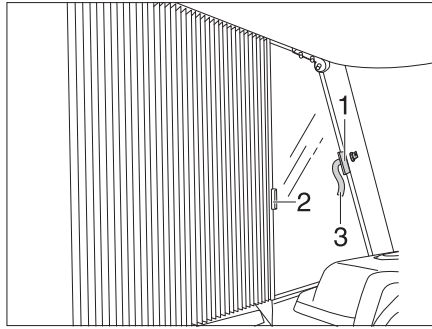

Fig. 83 Tendina oscurante pieghevole del finestrino del conducente e del passeggero
- Aprire la chiusura a velcro delle asole di bloccaggio (Fig. 83,3) su entrambi i lati.
- Afferrare le tendine oscuranti pieghevoli una dopo l'altra per le impugnature (Fig. 83,1 e 2) ed avvicinarle delicatamente chiudendole finché il fermo magnetico non blocca la tendina oscurante pieghevole.
- Tirare indietro delicatamente le tendine oscuranti pieghevoli con le impugnature (Fig. 83,1 e 2).
- Bloccare la tendina oscurante pieghevole la chiusura a velcro dell'asola di bloccaggio (Fig. 83,3).